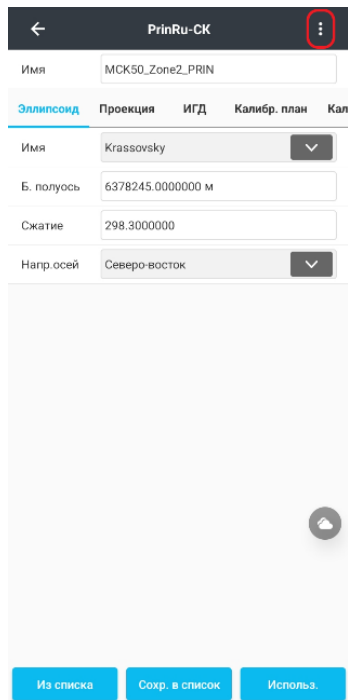

Рисунок 3.2.15
3. **В меню параметров системы координат нажмите на три точки в правом верхнем углу** (Рисунок 3.2.15).